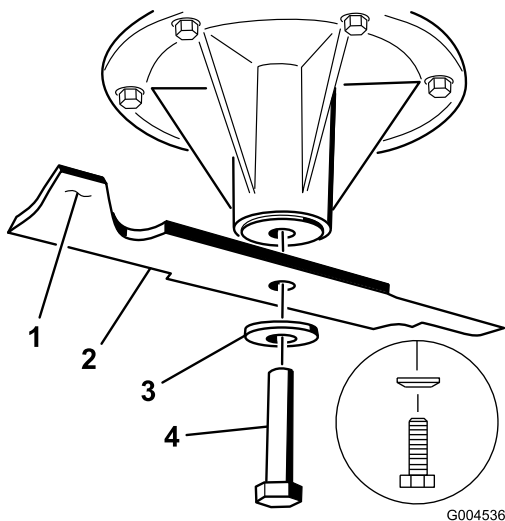

Bild 90
2. Entfernen Sie die Messerschraube, Wellenscheibe und das Messer von der Spindelwelle (Bild 90).